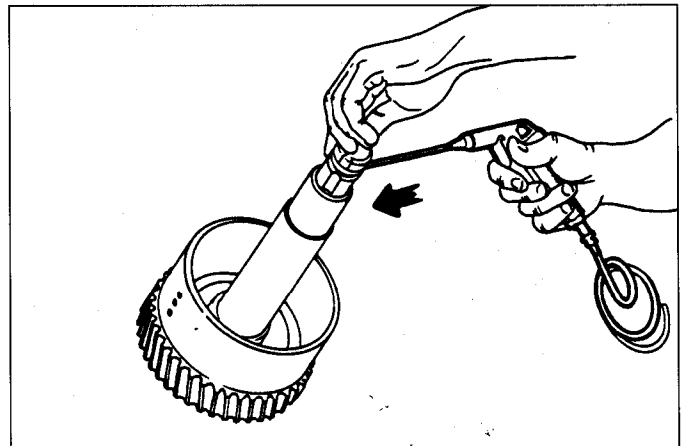

Fig. 22
- 8) Con pistola ad aria soffiare nei fori in coda all'albero fino ad ottenere l'espulsione del pistone (68). Togliere gli anelli OR (49) e (69) che in fase di montaggio dovranno essere sostituiti con nuovi (Fig. 22).
- 9) Con un estrattore speciale a griffe per esterno impegnato sui rulli, estrarre il cuscinetto (50).
- 8) Remove clutch piston (68) from clutch housing gear by means of an airflow. Remove the oil seal rings (49) and (69), which on re-assembly must be replaced with new ones (Fig. 22).
- 9) By means of a suitable puller, remove taper roller bearing (50) inner race from shaft.